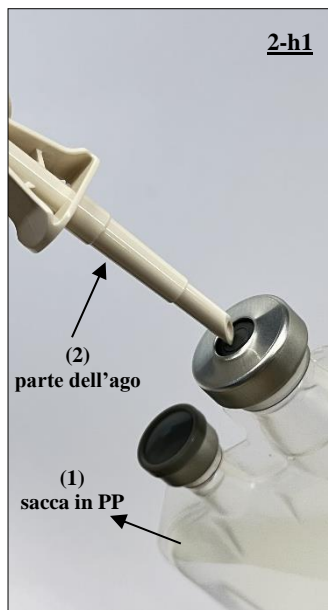

Fig. 16 Allineamento della parte dell'ago del perforatore B-safe (2) con la porta della sacca in PP (1) prima dell'inserimento.
2-h1 e 2-h2) Inserire la parte dell'ago del perforatore B-safe (2) nella sacca in PP (1). Assicurarsi che la punta sia completamente inserita per fissare il collegamento. (Vedere le Fig. 16. e 17.)